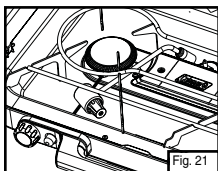

Fig. 21
- Le détendeur peut être placé sous la grille porte-plats pour le rangement ou le transport. (Fig. 21)